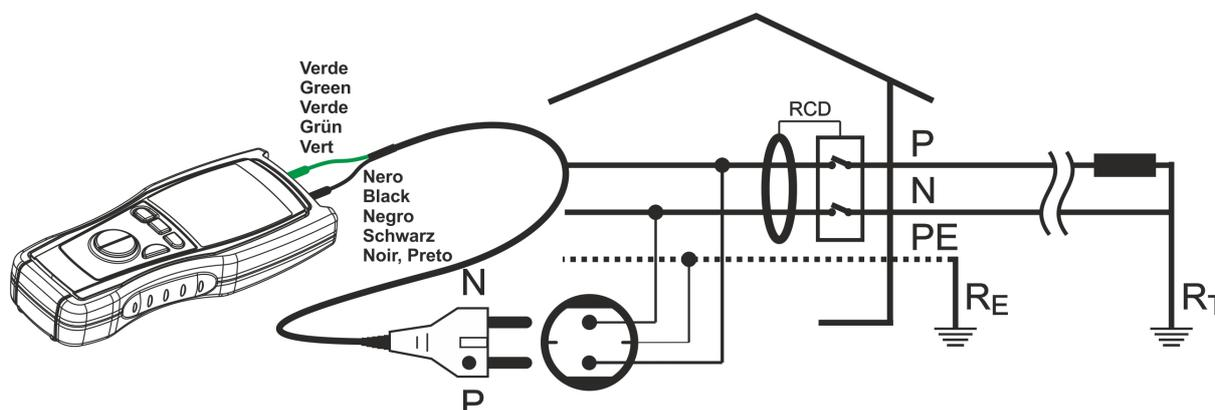

Fig. 13: Ligação dos terminais do instrumento
6. Ligar o terminal verde do instrumento ao condutor de proteção (terra) e o condutor preto ao cabo de fase (ver Fig. 13)
6. Inserir o cabo shuko numa tomada de corrente (ver Fig. 13). Na figura está representada a ligação com cabo shuko